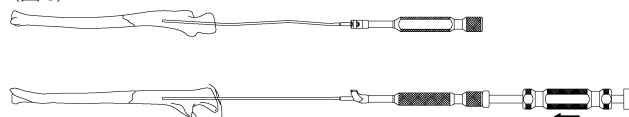

図 5
4) 尺骨ロッドインパクトを把持しスライドハンマーに打撃を与えながら、尺骨ロッキングロッドを髓腔へ打ち込んでいきます。（図 5）